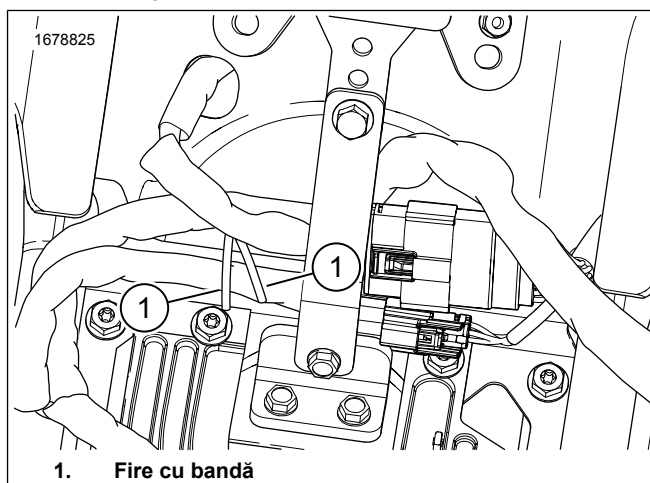

Figura 4. Fire cutie baterie
1. A se vedea figura 4. Găsiți firele cu bandă alb/roz și alb/maro în zona cutiei bateriei. Îndepărtați banda de pe fire.